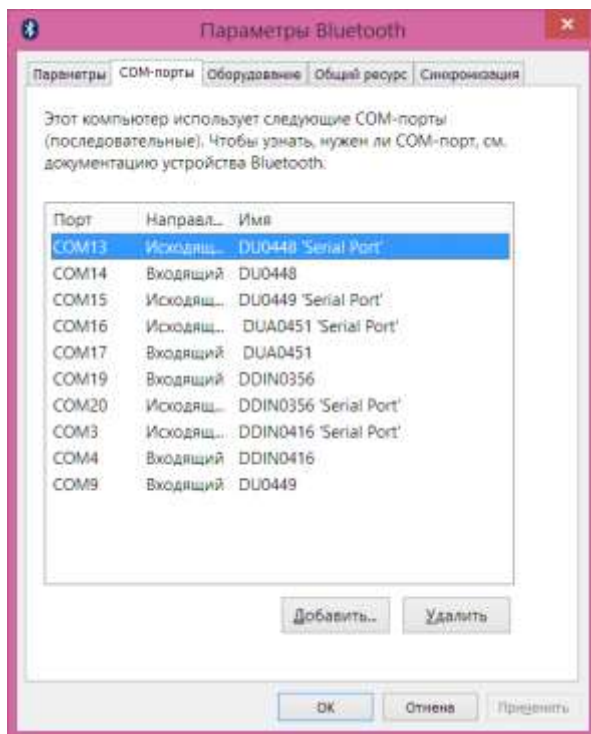

Рисунок 5. Параметры Bluetooth. Назначенные датчикам Bluetooth COM-порты
- в появившемся окне «Параметры Bluetooth» на вкладке «СОМ-порты» посмотреть, какой исходящий порт назначен подключаемому датчику (см. Рис. 5).